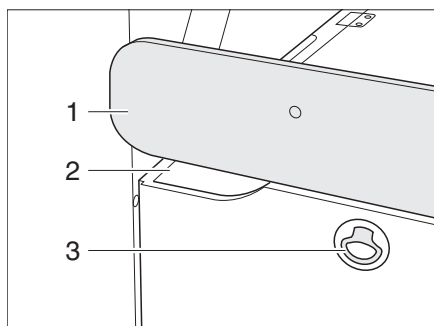

Fig. 35 Sedili
▷ Non tirare per il diaframma (Fig. 35,1).
- Estrarre la prolunga con la maniglia (Fig. 35,2) sotto il diaframma.
- Tirando il bloccaggio (Fig. 35,3), aprire lo sportello del gavone.